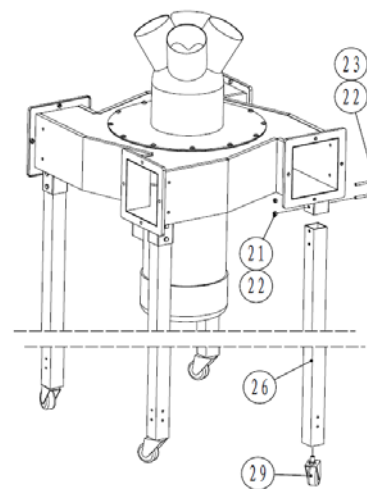

Рис. 2
Прикрепите четыре ролика (29) к нижней стороне опорных ножек (26). Установите опорные ножки на корпус крыльчатки при помощи болтов (23), шайб (22) и гаек (21) (Рис. 2).